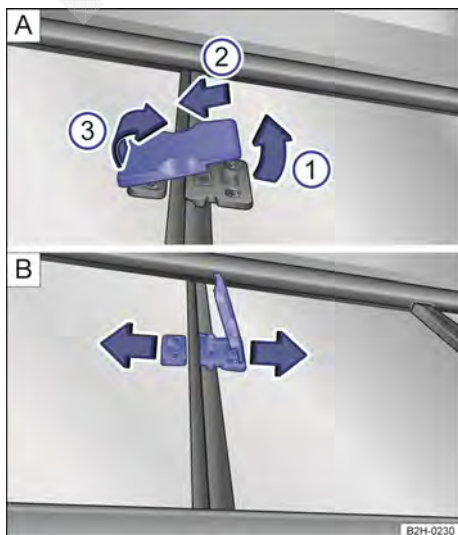

Fig. 33 No painel divisorio da capota rígida do compartimento de carga: travamento do vidro correção. ▶
- Mover o travamento → Fig. 33 **A** levemente para cima, no sentido da seta ①.
- Empurrar o travamento na direção da seta ② até o batente.
- Rebater para fora o travamento na direção da seta ③.
- Abrir o vidro de correr → Fig. 33 **B** no sentido da seta.
- Fechar o vidro de correr → Fig. 33 **B** no sentido contrário à seta.
- Rebater para baixo o travamento → Fig. 33 **A** no sentido contrário à seta ③.
- Empurrar o travamento no sentido contrário à seta ② até o batente.
- Rebater de volta o travamento no sentido contrário à seta ①.